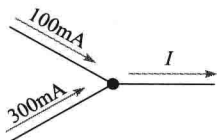

图 5-31 测试题 3 图
3. 在图 5-31 中, 100mA 和 300mA 流入节点, 那么流出节点的电流为多少?